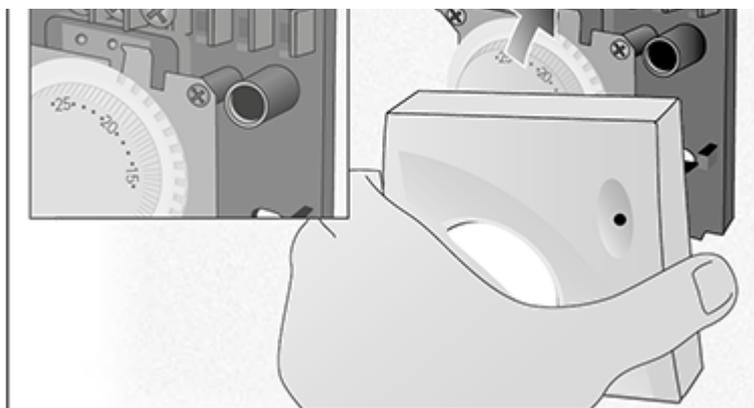

FIG. 10
C) Portare i fili dell'impianto attraverso la feritoia praticata sulla base ed eseguire gli allacciamenti alla morsettiera in conformità allo schema elettrico riportato all'interno del prodotto; riagganciare il coperchio alla base. (fig.10)